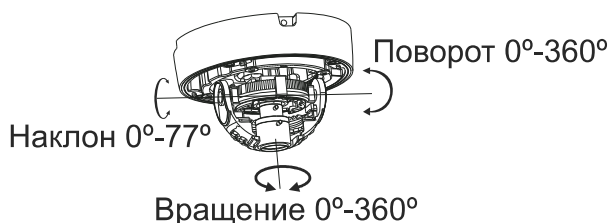

Рис. 5.5. Регулировка направления обзора
5. Отрегулируйте направление обзора. Прежде чем приступать к регулировке, выведите изображение от видеокамеры на монитор. После этого оптимальным образом подстройте направление обзора видеокамеры, как показано на Рис. 5.5.